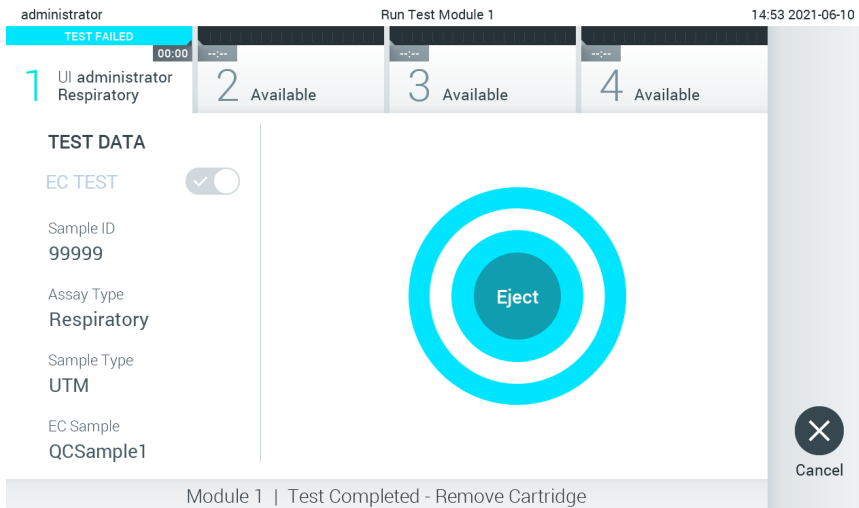

Figura 96. Apresentação do ecrã Eject (Ejetar).
11. Após a conclusão da execução do teste, é apresentado o ecrã Eject (Ejetar) (Figura 96). Prima  Eject (Ejetar) no ecrã tátil para remover o cartucho de ensaio QIAstat-Dx e eliminá-lo como resíduo biológico perigoso, em conformidade com todos os regulamentos e leis nacionais, estaduais e locais em matéria de saúde e segurança.